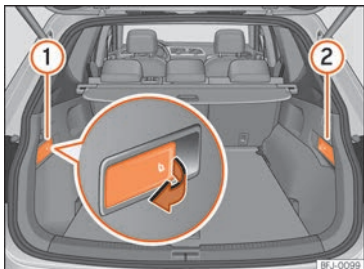

Abb. 120 Im Gepäckraum: Hebel zum Entriegeln des linken Teils ① und des rechten Teils ② der Rücksitzlehne.
- Entriegelungshebel »» **Abb. 120** von dem Lehnenteil ziehen, der vorgeklappt werden soll.